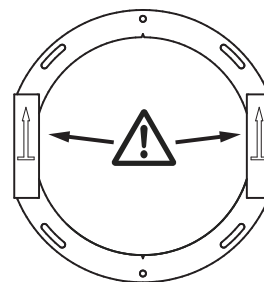

Bild 1. Ramdelar monteras med pilarna pekande upp mot tak.
-  Varje ramdel är stansad med en pilsymbol. Denna skall positioneras **upp** mot tak för korrekt väggmontage, se bild 1.